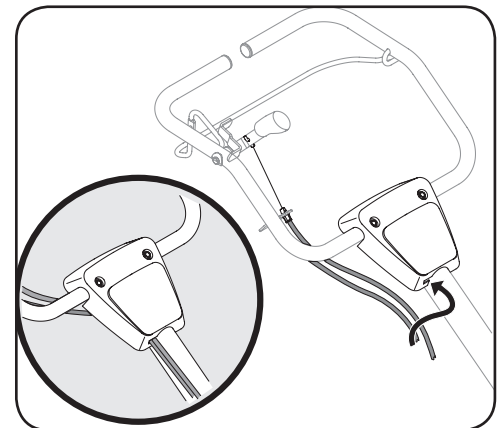

Figura 3-3
5. Calce los cables en las guías ubicadas en el panel de montaje de manija como se ve en la Figura 3-3.